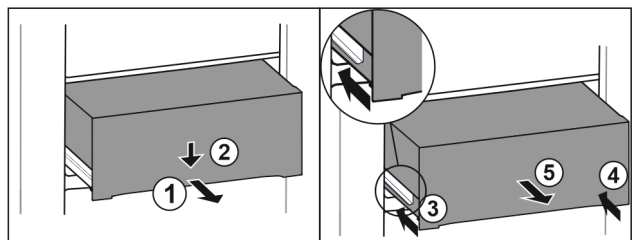

Fig. 151
- ▶ Изтеглете чекмеджето наполовина. Fig. 151 (1)
- ▶ Натиснете надолу чекмеджето от предната страна. Fig. 151 (2)
- ▶ Вкарайте лявата релса приблизително 2 cm навътре. Fig. 151 (3)
- ▶ Вкарайте дясната релса приблизително 2 cm навътре. Fig. 151 (4)
- ▶ Извадете чекмеджето напред. Fig. 151 (5)